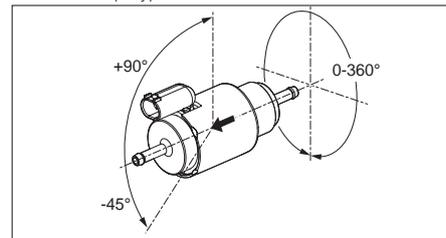

рис. 13: Монтажное положение топливного насоса DP42 и направление потока
- ▶ Обеспечьте правильное монтажное положение. См. рис. 13.